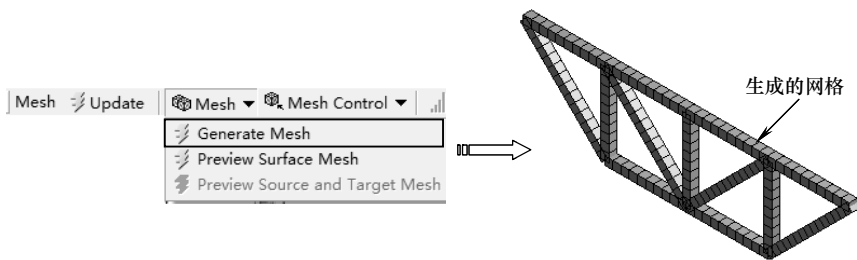

图 5-99 生成网格
4) 在【Outline (分析树)】中选择【Mesh】节点, 单击【Mesh】工具栏上的【Mesh (网格)】|【Generate Mesh (生成网格)】命令, 将弹出网格生成进度条, 表明正在划分网格。当网格划分完成后, 进度条自动消失, 最终生成效果如图 5-99 所示。